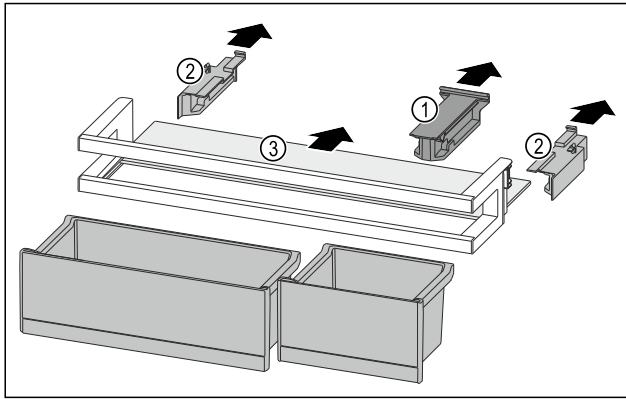

Fig. 159
- ▶ Halteteil Fig. 159 (1) abziehen.
- ▶ Seitenteile Fig. 159 (2) abziehen.
- ▶ Abstellfläche Fig. 159 (3) entnehmen.